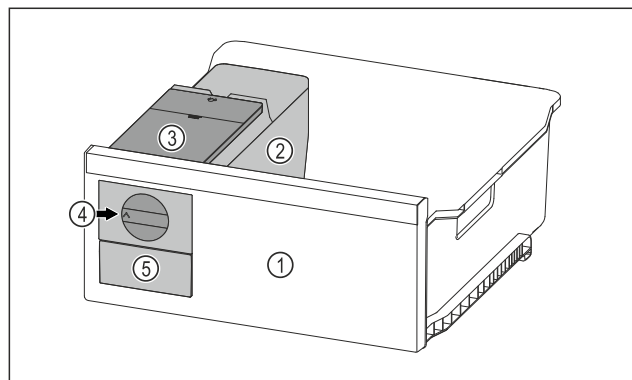

Fig. 120 Exempel
- Vrid reglaget *Fig. 120 (4)* medurs fram till anslaget.
- ▷ Isbitar faller från isbitsbrickan in i isbitslådan *Fig. 120 (5)*.